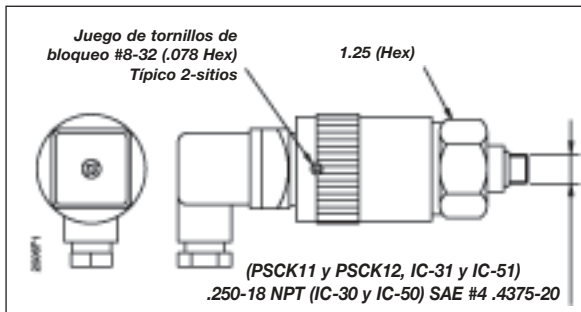

Figura 1
1. Para ajustar la presión, primero suelte los tornillos de ajuste en la camisa de ajuste. Ver la Figura 1. Sujete el cuerpo hexagonal con una llave fija. Gire manualmente la camisa de ajuste a la derecha para aumentar o a la izquierda para reducir el punto de ajuste.